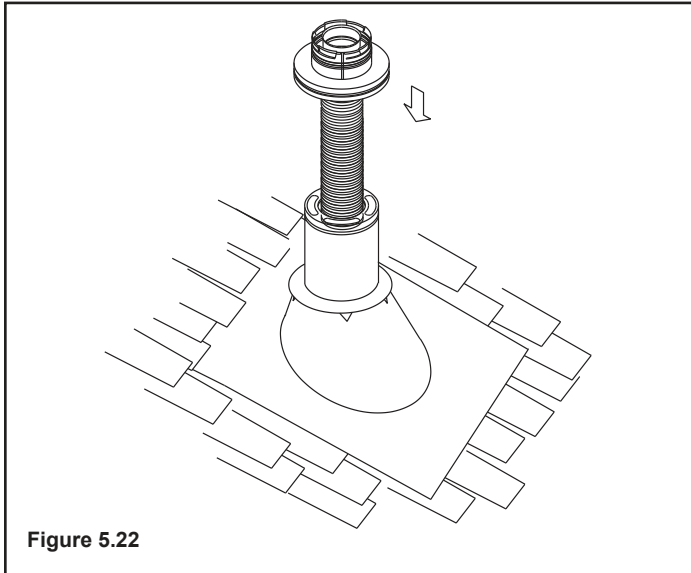

Figure 5.22
4. Placez le tuyau flexible au centre de la cheminée en l'introduisant depuis le haut et placez l'adaptateur supérieur au centre du conduit de cheminée. Percez quatre trous de 3 mm (1/8 po) de diamètre dans l'adaptateur supérieur et dans le débouché de cheminée. Assurez-vous de percer dans le métal de la cheminée. Placez l'abat-vent pour vents forts sur l'adaptateur supérieur et tournez-le pour le verrouiller (figures 5.22 et 5.23).